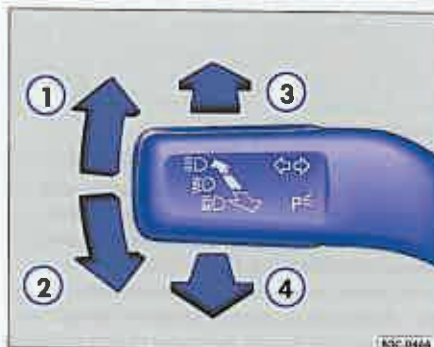

Fig. 41 Maneta pentru luminile de semnalizare și lumina de drum.
- Acționați maneta în sus până la limită ⇒ fig. 41 ① pentru a semnaliza la dreapta, respectiv în jos ②, pentru a semnaliza la stânga.
- Acționați maneta în față ⇒ fig. 41 ③, pentru a aprinde lumina de drum. Când lumina de drum este aprinsă, în tabloul de bord se aprinde lampa de control ①.